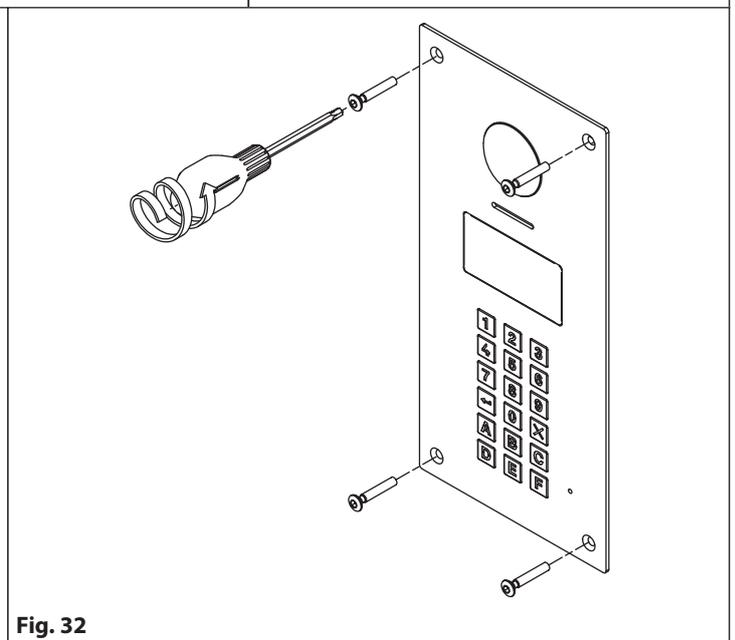

Fig. 32
3. Fissare la placca alla scatola da incasso utilizzando il giravite (punta torx) e le viti torx fornite a corredo (**Fig. 32**).